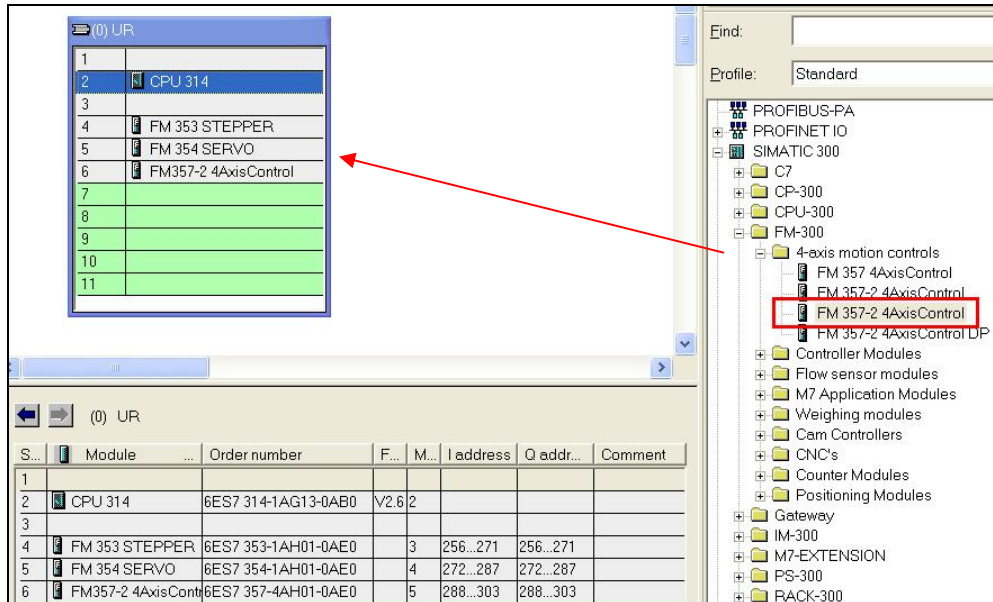

图 4 插入 FM357-2 模板
3) 插入 FM357-2 模板。之前如果已经安装参数化工具 S7FM357.EXE。就可以在硬件列表表找到 “SIMATIC 300” → “FM-300” → “4-axis motion controls” → “FM357-2 4Axiscontrol” (图 4)。
- 3) 打开 OB100，修改“FMLADDR”变量值。缺省值为 256，但实际组态 FM357-2 模板地址为 288-303（图 4）。所以需要修改为实际的模板地址（图 14）。